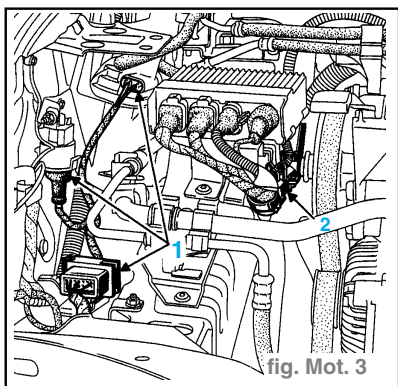

fig. Mot. 3
- les connecteurs (1), (fig. Mot. 3)
- les vis de fixation du support câblage (2) sur le longeron ainsi que celles du calculateur d'injection,